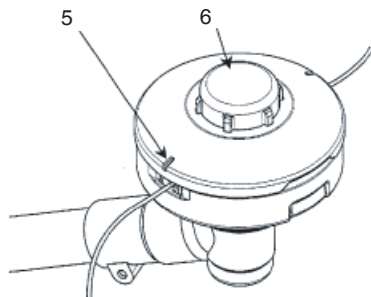

Fig. 3
- Vérifiez si le boîtier et le bouton sont usés. Si la marque de limite d'usure (5) sur le boîtier n'est plus visible ou qu'il y a un trou au bas (6) du bouton, changez immédiatement les nouvelles pièces. (Fig. 3)